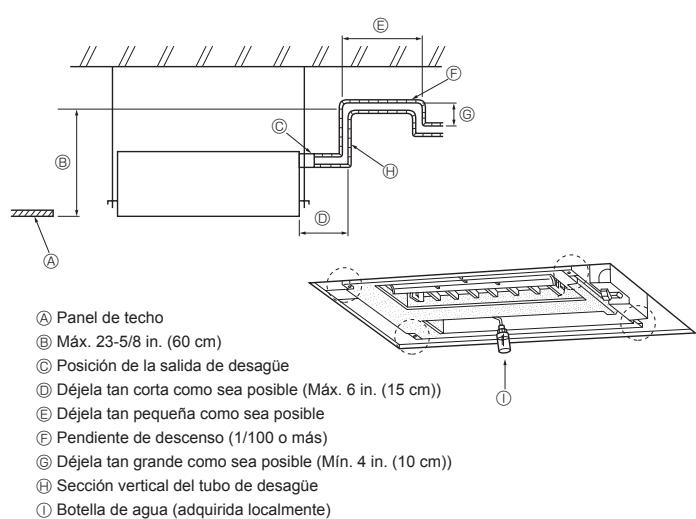

Fig. 4-5
4. Pare la prueba de funcionamiento (no olvide apagar la unidad). (Fig. 4-5)